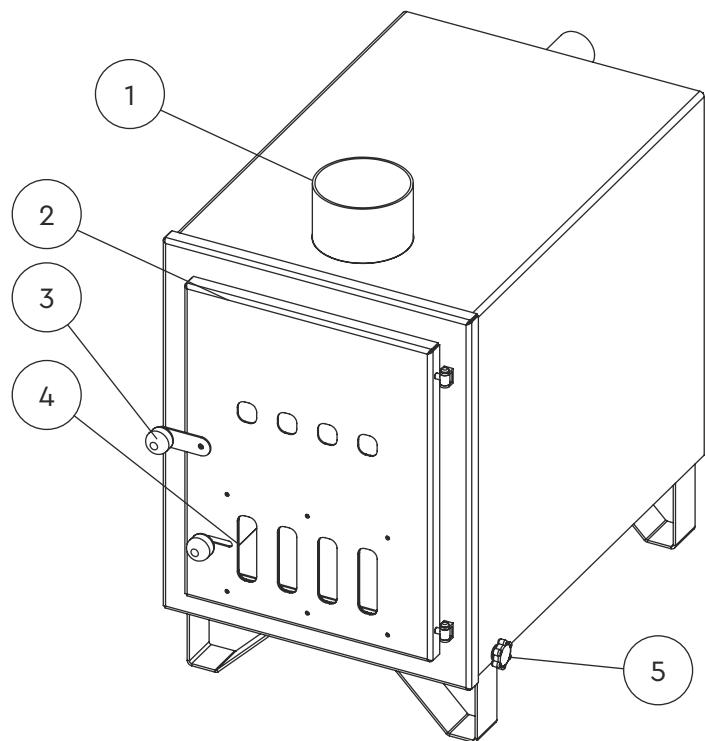

Figura 2
**Estufa exterior** – estufa (ver figura 2) conectada a la mini piscina para calentar el agua de su interior.
La estufa y la chimenea estarán calientes durante y algunas horas después de su uso. Se prohíbe tocarlas con la mano durante su uso. Para abrir la compuerta de la estufa, se debe sostener el cierre de la compuerta. Ver figura 2.